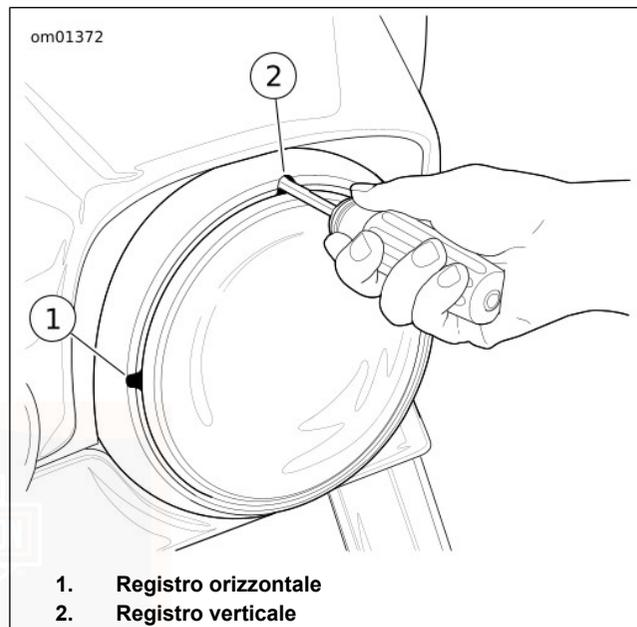

Figura 82. Registri del faro anteriore: Tutti i modelli eccetto quelli con carenatura montata su telaio (tipici)
2. **Tutti i modelli eccetto quelli con carenatura montata su telaio:** Vedere Figura 82. Inserire una chiave esagonale a testa sferica da 4 mm (5/32 in) nelle scanalature di regolazione nell'anello di rivestimento.
- a. **Orizzontale:** Girare la vite di registrazione orizzontale (1) per regolare il fascio di luce a sinistra e a destra.
- b. **Verticale:** Girare la vite di registrazione verticale (2) per regolare il fascio di luce in alto ed in basso.